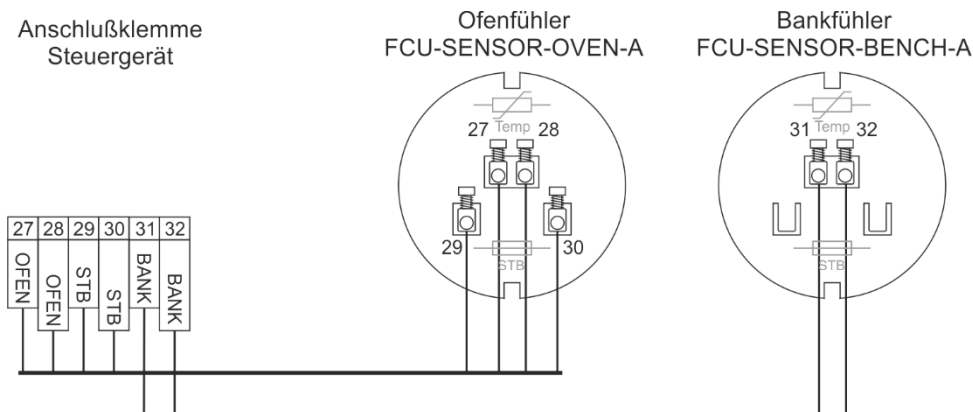
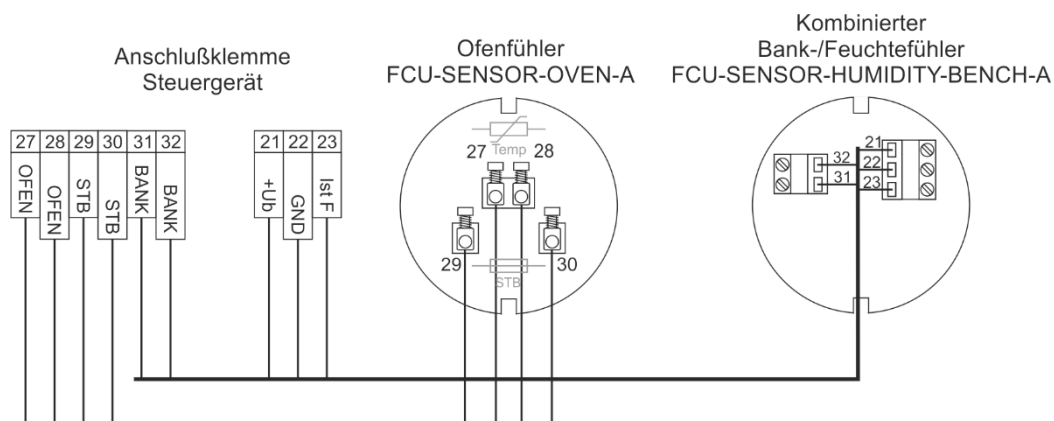

Abb. 3: Anschluss Ofenfühler Temperatur und Bankfühler Temperatur
Abb. 5: Anschluss Ofenfühler Temperatur und Bankfühler Temperatur, bzw. kombinierter Feuchte- und Bankfühler
4. Signalleitung in Abhängigkeit des verwendeten Fühlers gemäß Anschlussplan Abb. 3 oder Abb. 5 an die Platine anschließen.